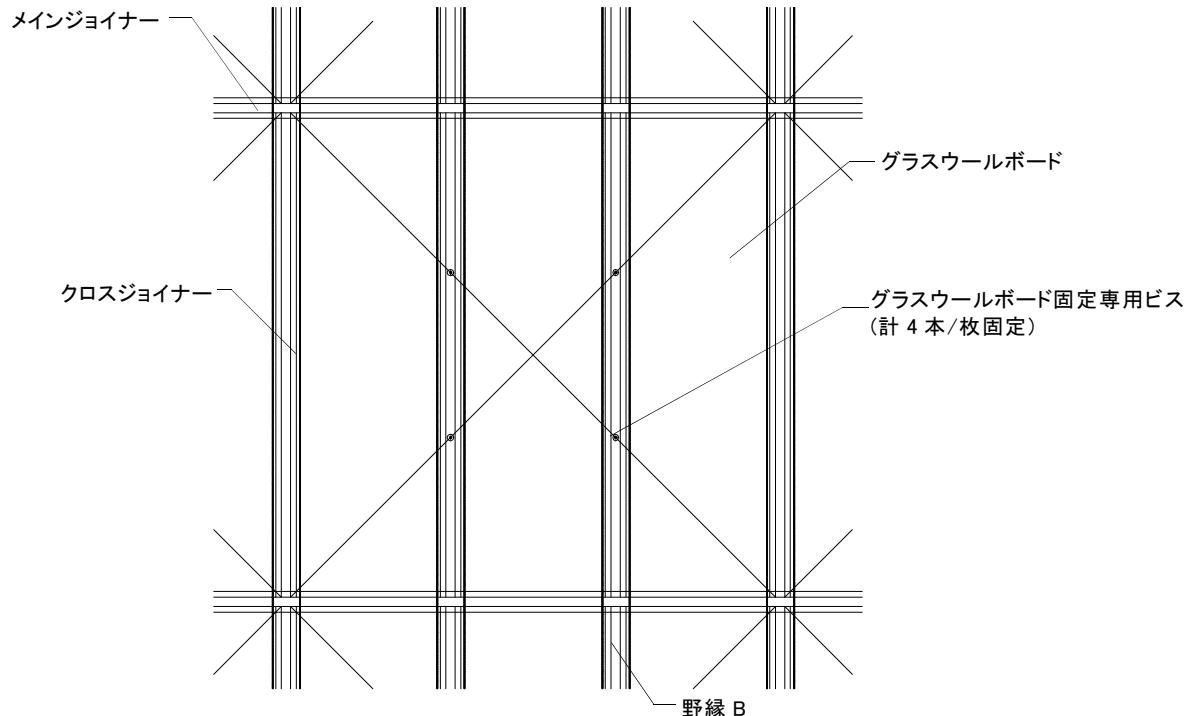

図 2-7-1 ガラスウールボードのビス固定
- ①ガラスウールボードは野縁 B にガラスウールボード固定専用ビス(2 本/本かつ計 4 本/枚)で固定する。なお、意匠上、固定位置は均等間隔であることが望ましい。(図 2-7-1 参照)